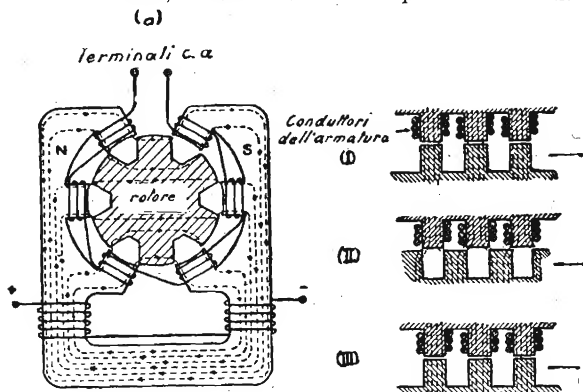

Fig. 74 - Alternatore del tipo a induttore.
In questo tipo di alternatore tanto l'avvolgimento dell'armatura come l'avvolgimento dei magneti di campo sono avvolti su sporgenze internamente allo stator mentre il rotor consiste di un tamburo recante sporgenze di acciaio o di ferro. La fig. 74 (a) mostra in modo schematico una macchina di questo tipo. L'avvolgimento dell'armatura è avvolto
su sporgenze dello stator, mentre per maggior chiarezza l'avvolgimento di campo è rappresentato sui lati del sistema del campo magnetico. Il rotor è semplicemente un cilindro di ferro dolce con sporgenze la cui larghezza corrisponde al diametro dei poli dello stator. La fig. 74 (b) illustra il funzionamento di questa macchina. Il flusso si forma a istanti ogni volta che un polo del rotor si trova opposto a un polo dello stator (I e III): quando i poli sono nella posizione intermedia (II) il flusso è distribuito uniformemente attraverso l'intervallo d'aria. Perciò, considerando ciascun polo dello stator il flusso si espande e rientra continuamente, causando con una espansione una alter-